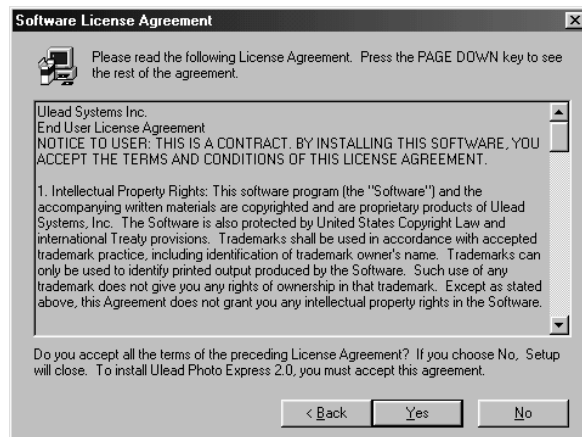

Figure 33 : contrat de licence
6. Cliquez sur 'Next'. L'écran avec le contrat de licence est affiché (Figure 33).
7. Cliquez sur 'Yes' pour accepter les conditions de la licence (Figure 33) et pour poursuivre l'installation.